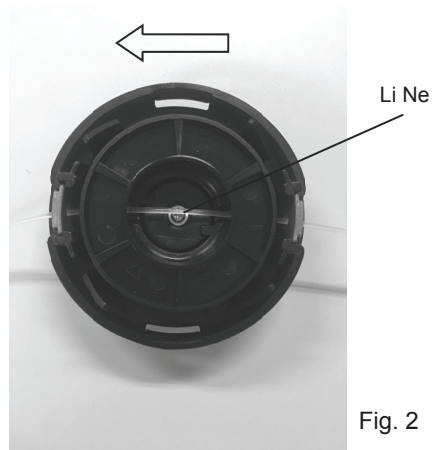

Fig. 2
- Insérez complètement le fil dans les quatre trous. Tirez le fil jusqu'à ce qu'il y ait une longueur égale de fil de chaque côté du dévidoir. (Voir la Fig. 2)